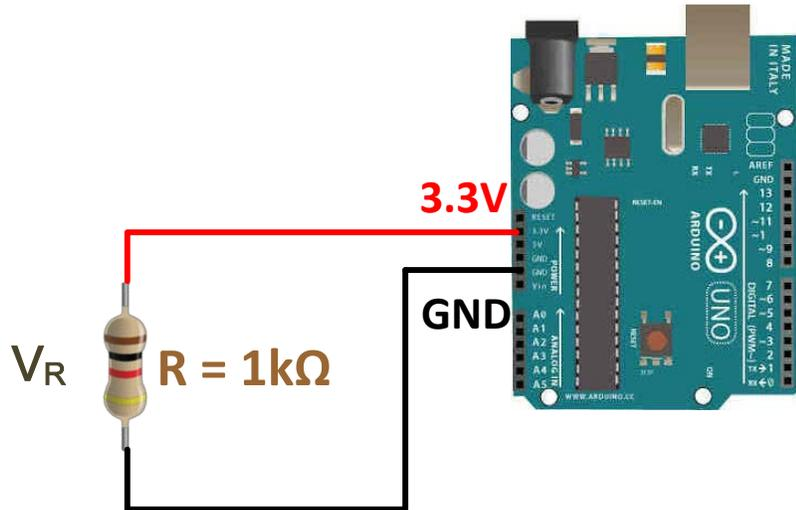

Figura 1. Circuito para caracterización de su multímetro
Arme en su *protoboard* el circuito de la figura 1.
- a) Una vez armado el circuito de la figura 1, realice 30 lecturas de la diferencia de potencia en la resistencia V_R con su voltímetro y registre los valores en una tabla. Si el multímetro cuenta con la función autorango, verifique cuál es la escala que el instrumento elige para realizar la lectura (consulte el manual de su multímetro para saber identificar la escala en la cual está realizando la medición).